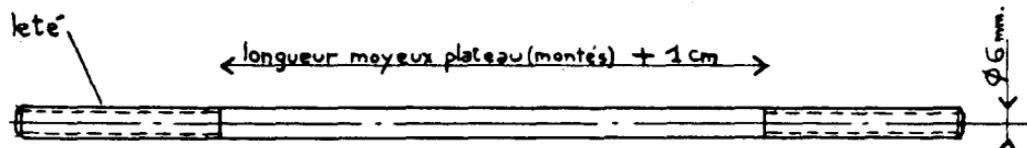

Fig. 16. — Axe plateaux.
a) On utilisera de la tige de fer (à défaut de laiton) \varnothing 6 mm. l ~ 20 cm (fig. 16).
* Fileter les extrémités de la tige, de sorte à conserver la partie centrale lisse, sur une longueur d'environ 1 cm supérieure à celle des moyeux de plateau (montés) (fig. 16).